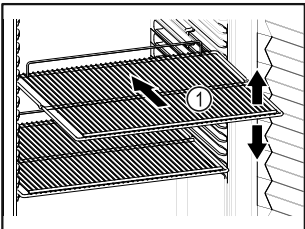

Fig. 56
- Indien de legroosters Fig. 56 (1) verplaatsbaar zijn, deze aan de hoogte aanpassen.